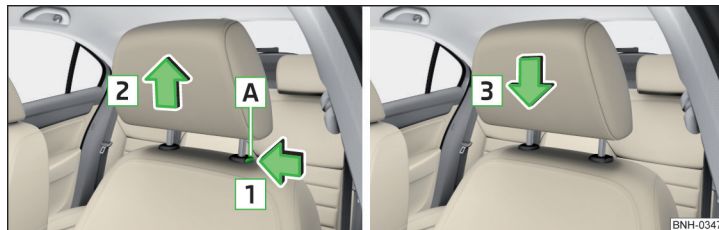

Abb. 59 Kopfstütze vorn herausnehmen/einsetzen
- › Zum **Herausnehmen** die Sicherungstaste **A** in Pfeilrichtung **1** halten und die Stütze in Pfeilrichtung **2** herausnehmen » Abb. 59.